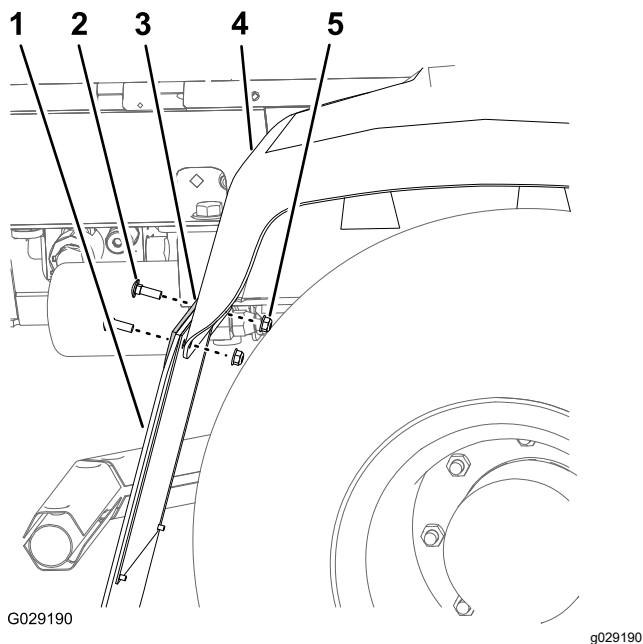

Bild 5
2. Nehmen Sie die zwei Schlossschrauben und zwei Sicherungsbundmuttern ab, mit denen der Schmutzfänger an der hinteren Kotflügelhalterung und am rechten hinteren Kotflügel befestigt ist (Bild 5).